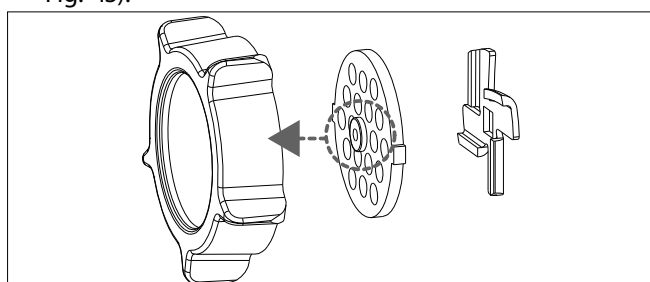

Fig. 13 – Insérer correctement la grille
- Choisissez une grille adaptée et placez-la sur l'axe de la vis sans fin. Veillez à ce que la grille avec la rainure soit insérée dans la bonne position dans le boîtier de la vis sans fin et que le nez soit dirigé vers l'avant (voir Fig. 13).